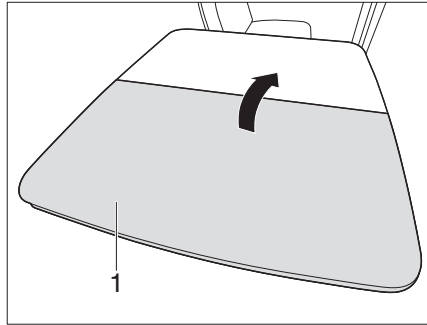

Bild 123 Klapptisch einklappen
- Tischhälfte (Bild 123,1) einklappen.